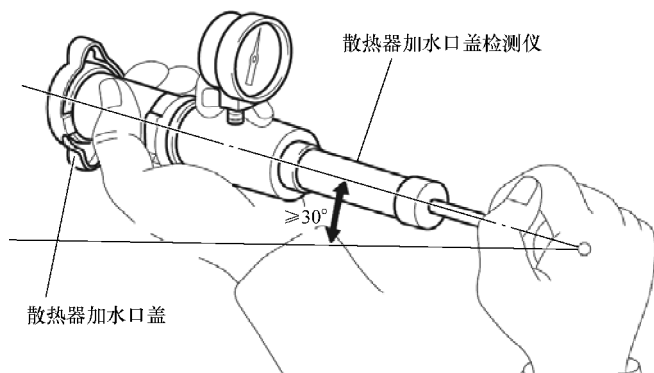

图 21-5 检查散热器盖
- (1) 如果散热器加水口盖脏污，则用水冲洗。
- (2) 使用散热器加水口盖检测仪前，用发动机冷却液或水湿润减压阀和真空阀。
- (3) 执行以下步骤 1) 至 2) 时，使检测仪保持在距水平轴  $30^\circ$  以上位置，如图 21-5 所示。